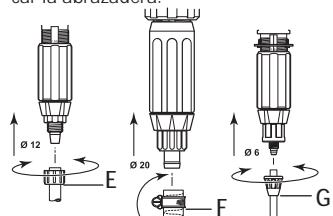

Fig. 8
- Desenroscar la tuerca (Fig. 8-E) colocada debajo de la parte dosificación e introducir el tubo de aspiración en la tuerca.
- Desenroscar la tuerca (Fig. 8-G) colocada debajo de la parte dosificación e introducir el tubo de aspiración en la tuerca.